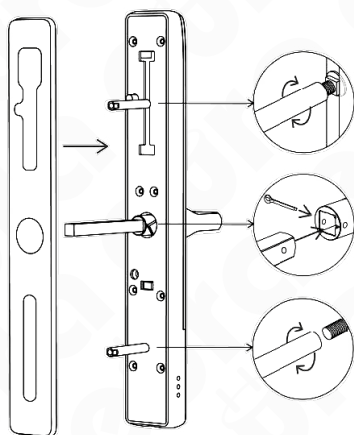

Fig. 11.
1. AConformément à la Fig. 11, installez la rondelle en caoutchouc et vissez les manchons de montage (deux types de manchons sont inclus et doivent être sélectionnés en fonction de l'épaisseur de la porte) sur le corps avant de la poignée.